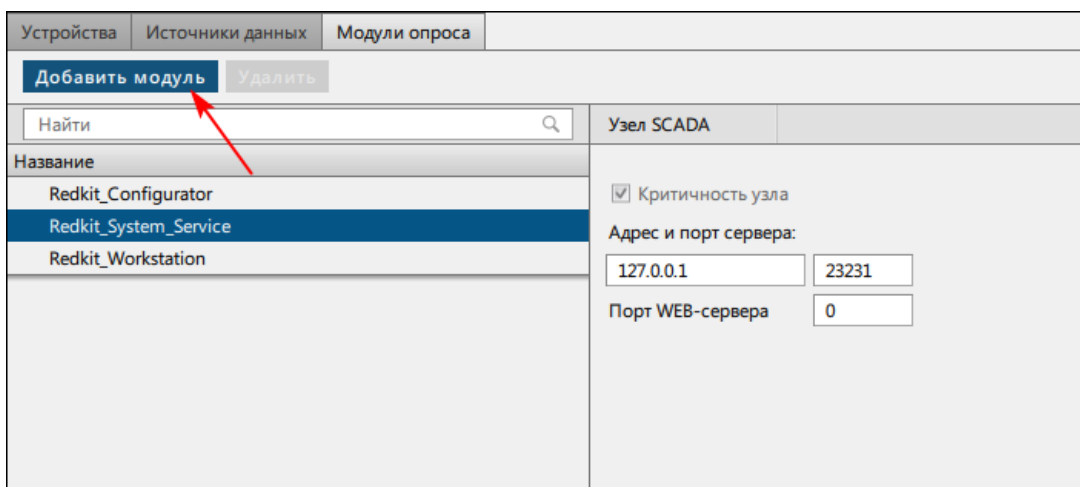

Рисунок 183 - Добавить модуль
13. На вкладке **Модули опроса** у сервисного узла(ов) (*Redkit_System_Service* или *Redkit_Master* и *Redkit_Slave*, в зависимости от типа конфигурации) нажмите **Добавить модуль** (Рисунок 183).